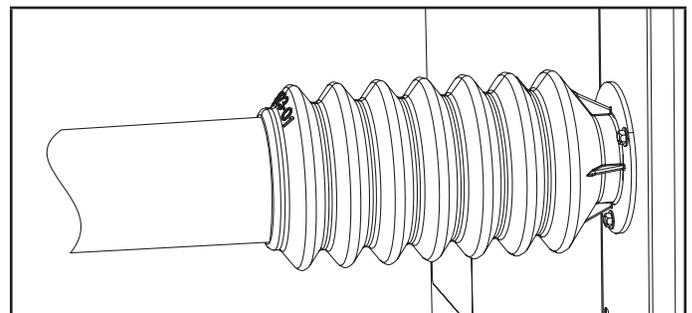

FIGURA 7. Coloque espuma Armaflex sobre el extremo del manguito y la abrazadera
- 4 - Coloque un trozo de espuma Armaflex adquirida en el sitio sobre la abrazadera de banda y el extremo del manguito de acople para evitar que transpire (consulte la figura 7).
Para garantizar la precisión, la lectura del aire debe tomarse desde debajo y por encima del serpentín. Consulte la figura 7 para ver un ejemplo de cómo obtener una lectura precisa.